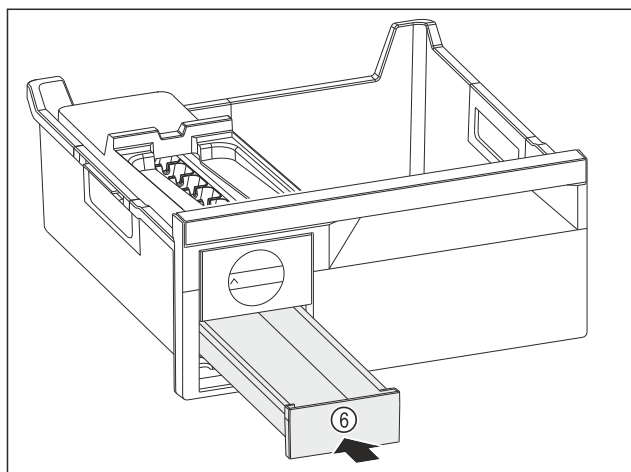

Fig. 159
► Insérer le compartiment à glaçons Fig. 159 (6).